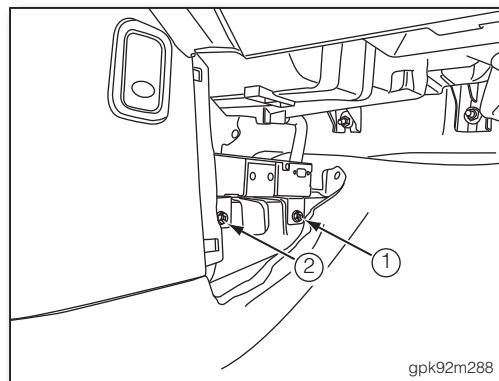

图 1
- 拆下 OBU(SWITCH BOX) 支架的固定螺栓①、② (如图 1)。